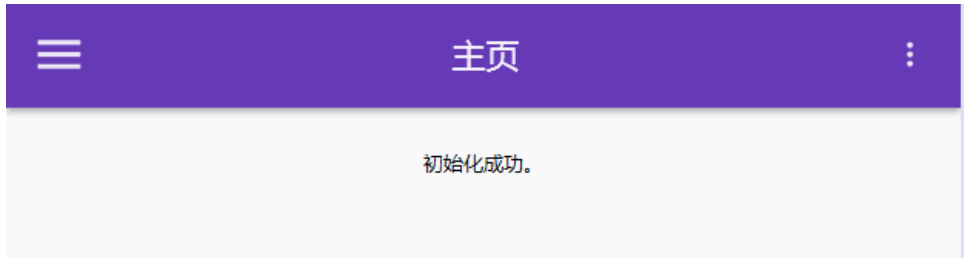

图 E-8 初始化成功界面
4) 点击【初始化】，初始化时间约为 2 分钟，当页面显示【初始化成功。】，如图 E-8，则表明设备正常连接，可进入以下操作。